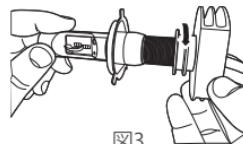

図3
- Unscrew the heat sink from the LED4 headlight as shown in Figure 3.
- LEDヘッドライトバルブについているヒートシンクをねじって外します(図3参照)。
- 从LED4前灯上拆下散热器，如图3所示。